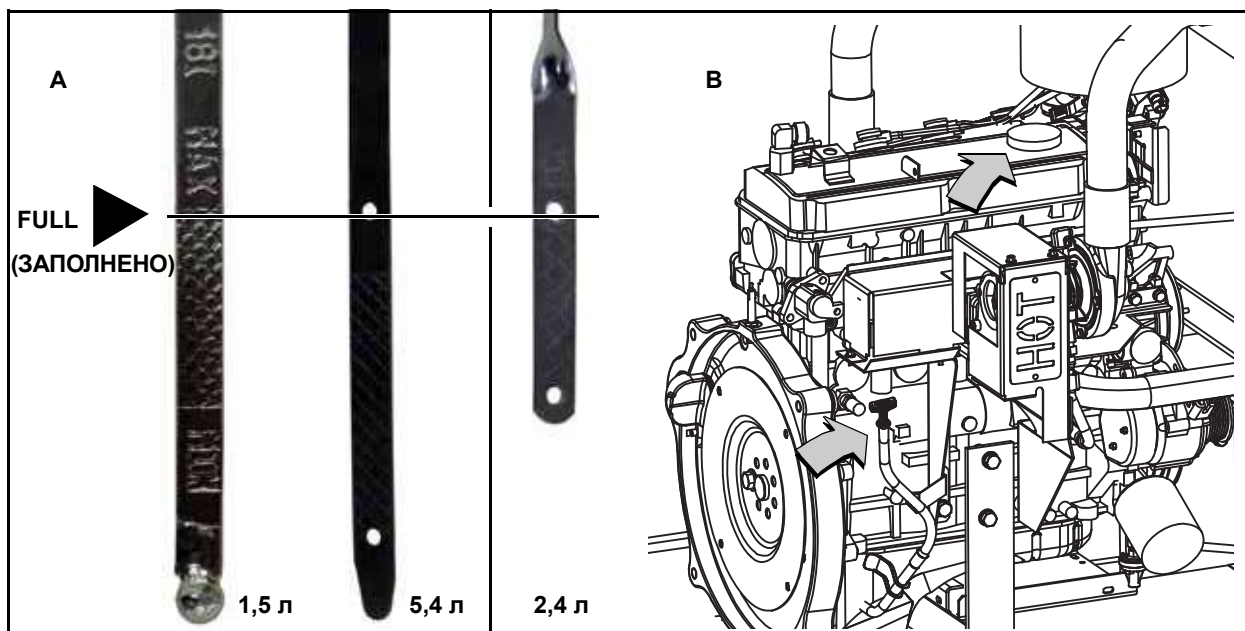

Рис. 5-7. Щуп для определения уровня масла и крышка отверстия наполнения масла
2. Извлеките щуп и протрите его насухо чистой безворсовой тканью. См. пункт «В» на Рис. 5-7
7. Убедитесь в том, что уровень масла находится на отметке или близок к отметке FULL (ЗАПОЛНЕНО). При необходимости долейте масло. См. пункт «А» на Рис. 5-7